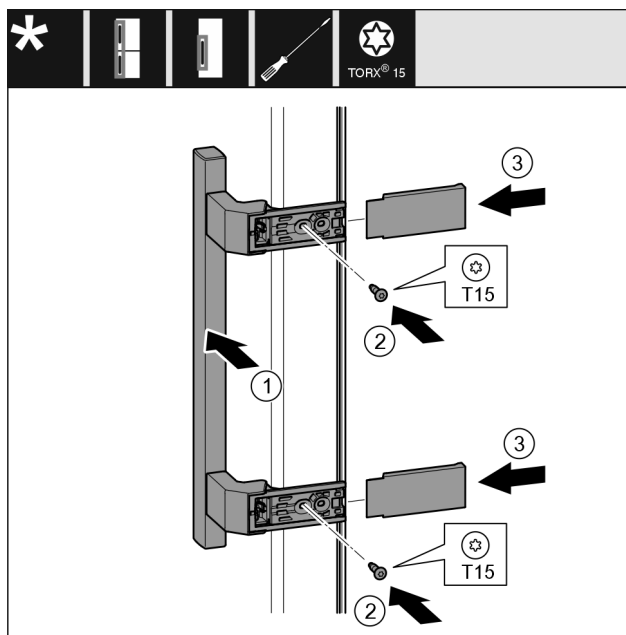

Fig. 11
- Postavite ručku na suprotnu stranu. Fig. 11 (1)
- Pritegnite vijke odvijačem T15. Fig. 11 (2)
- Postavite pokrove bočno i natakните ih. Fig. 11 (3)